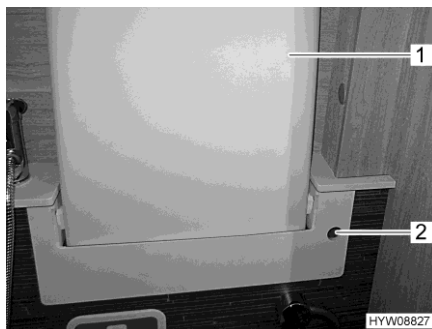

Fig. 107 Lavabo (plegado hacia arriba)
- Sujetar el lavabo (Fig. 107,1) por el borde delantero y girarlo hacia arriba, hacia la pared, hasta que encastre.
- Meter la mano en el orificio (Fig. 107,2) y presionar el pestillo hacia atrás.